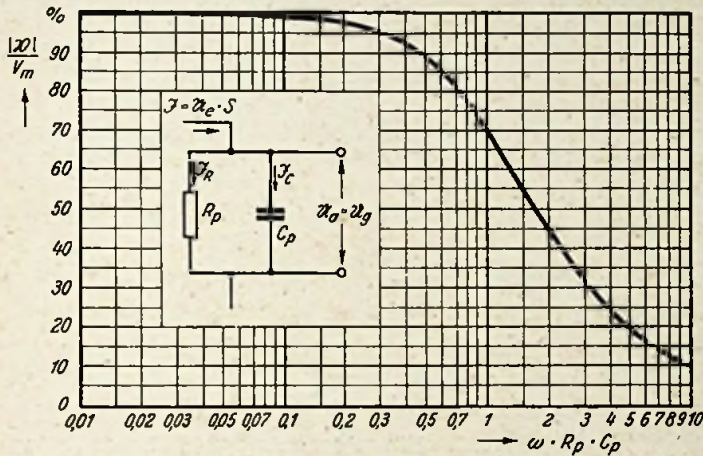

Abb. 18. Verlauf der relativen Verstärkung an der oberen Frequenzgrenze und vereinfachtes Ersatzschaltbild zu Abb. 17
Die parallelgeschalteten Widerstände und Kapazitäten können zu einem Widerstand bzw. einer Kapazität zusammengefaßt werden, so daß das vereinfachte Ersatzschaltbild in Abb. 18 entsteht. Es ist dabei:
Hierzu zeigt die Kurve in Abb. 18 den Verlauf der relativen Verstärkung für verschiedene Werte von $\omega \cdot C_p \cdot R_p$ zwischen 0,01 und 10. Die Grenzfrequenz¹³⁾ ist dann gegeben, wenn
Wird die Steilheit auf 5 mA/V eingestellt, dann ist die mittlere Verstärkung nach (32) $V_m = 5 \cdot 10^{-3} \cdot 4270 = 21,4$ fach. Bei 1,5 MHz ($\omega \cdot R_p \cdot C_p = 1$) fällt sie nach der Kurve in Abb. 18 auf den 0,707fachen Wert, d. i. rd. 15. Bei 3 MHz hat sie nur noch den 0,32fachen Wert von V_m , ist also auf eine etwa 6,8fache Verstärkung gesunken.
Da dieser Strom aber an dem Gitterwiderstand der folgenden Röhre deren Steuer-spannung hervorruft, wird diese dementsprechend phasenverschoben. Der Gesamtanodenwechselstrom $I = S \cdot U_g$ teilt sich in die Ströme I_R durch den Widerstand R_p und I_C durch die Kapazität C_p (s. Abb. 18).